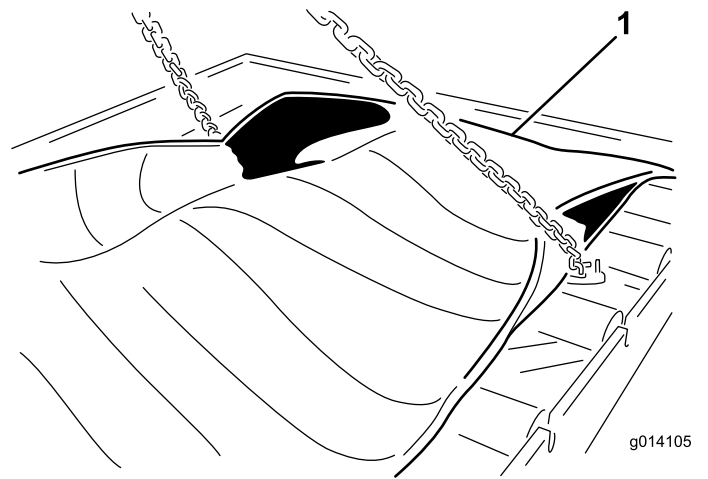

図 48
23. カートリッジを固定しているボルト (24本) を外す (図 48)。